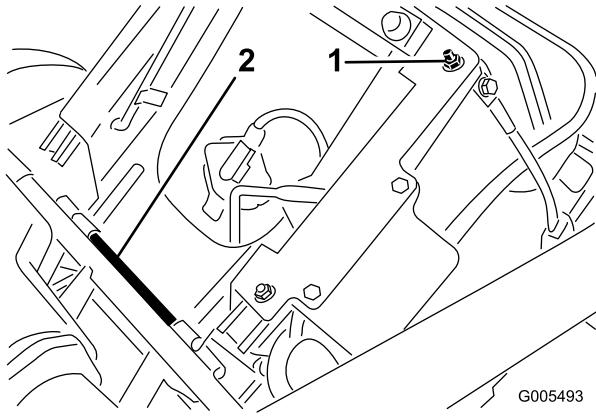

図 5
1. 座席の右後ろにある調整ネジについているロックナット (図 5) とブラケット (出荷用) を外して捨てる。図ではブラケットを省略している。
2. 座席は (出荷用の位置に) 固定されているので、まず、ピボット・ロッドのコッター・ピンを抜いてピボット・ロッドを外す。座席を外す(図 5)。コッター・ピンは捨てる。